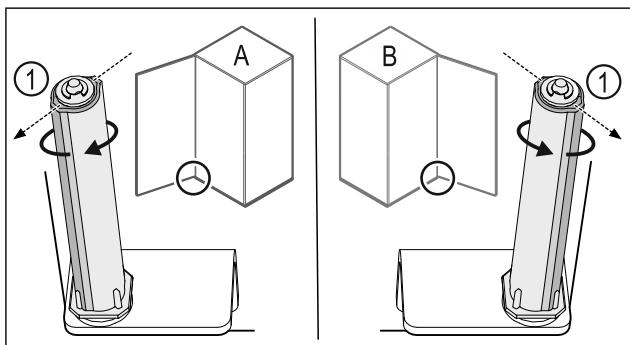

Fig. 33 Μεντεσέδες αριστερά (Α) / Μεντεσέδες δεξιά (Β)
- ▶ Περιστρέψτε το σύστημα κλεισμάτος κόντρα στην αντίσταση, μέχρι ο κορμός του συστήματος κλεισμάτος Fig. 33 (1) να είναι στραμμένος προς τα έξω.